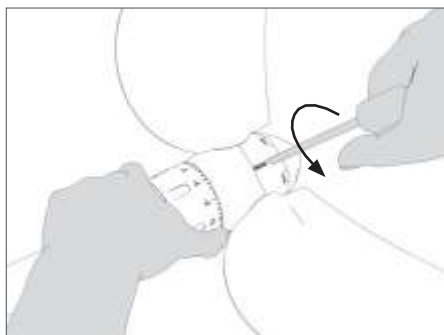

FIG. 42 Dévissage du bouchon de graissage
- Dévisser le bouchon du trou de graissage à l'aide d'une clé Allen (**Fig. 42**).